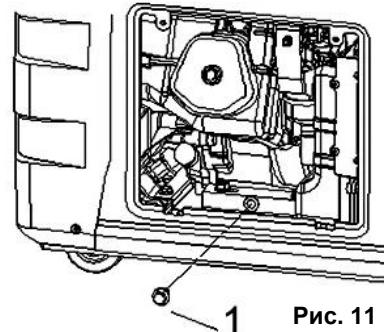

Рис. 11
- Очистите поверхность около сливной пробки (1)(См. Рис.11).
- Открутите сливную пробку (1)(См. Рис.11) и слейте масло. Закрутите пробку обратно.